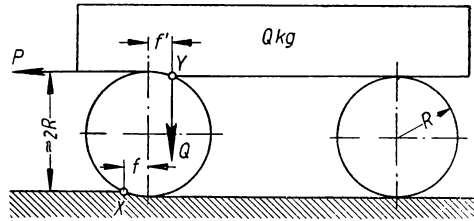

Bild 262
**399.** Eine Platte vom Gewichte  $Q$  soll auf Walzen nach Bild 262 fortgerollt werden. Welche Kraft  $P$  muß zu diesem Zwecke in waagerechter Richtung an der Last angreifen?
**Lösung:** Man kann sich die Kräfte von beiden Walzen an einer derselben vereinigt denken (Bild 262). Die Walze kippt beim Rollen auf der Unterlage gleichsam um die Kante  $X$  (wie in Aufg. 396), während oben die Last  $Q$  in der Kante  $Y$  ruht.  $f$  ist der Hebelarm der rollenden Reibung zwischen Walze und Boden;  $f'$  zwischen Walze und Platte.